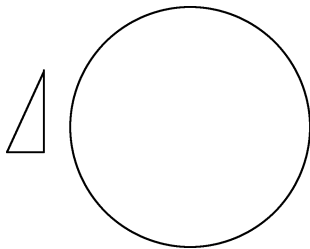
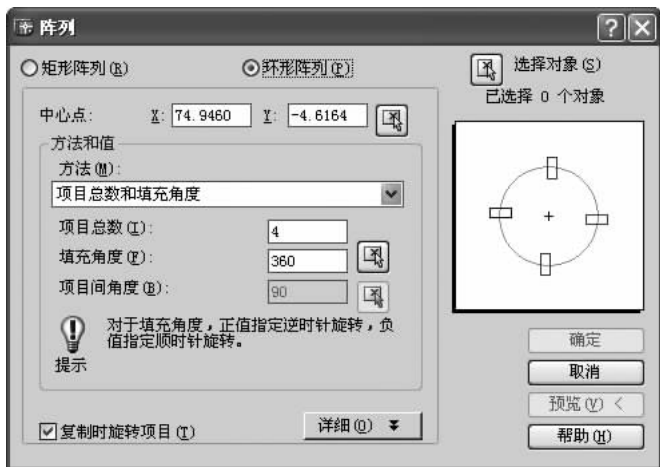
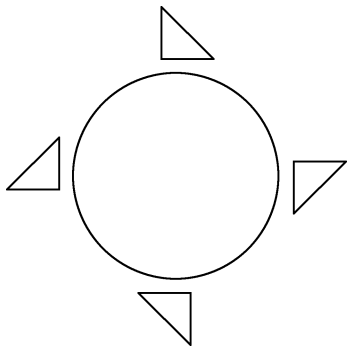

图 6-13 环形阵列前
图 6-14 【阵列】对话框
图 6-15 环形阵列时旋转项目
环形阵列是指将选定对象绕指定的中心点旋转并进行多重复制。如图 6-13 所示，是将三角形绕圆心进行环形阵列前的效果。可在图 6-13 所示的【阵列】对话框中进行设置。
(1) 在如图 6-14 所示的【阵列】对话框中选中【环形阵列】单选按钮。
(2) 单击【选择对象】按钮，则【阵列】对话框自动隐藏，提示选择操作对象。
(3) 选择图 6-13 中要创建阵列的对象（三角形），按下〈Enter〉键确定，重新返回【阵列】对话框。
(4) 单击【拾取中心点】按钮，则【阵列】对话框自动隐藏；捕捉圆心，重新弹出【阵列】对话框。
(5) 设置【项目总数】的值为“4”。
(6) 设置【填充角度】的值为“360”。
(7) 选中【复制时旋转项目】复选框，单击【确定】按钮，则得到如图 6-15 所示的